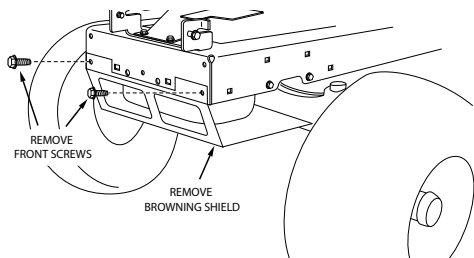

FIGURE 2
Step 2: (Fig. 2)
Étape 2 : (Fig. 2)